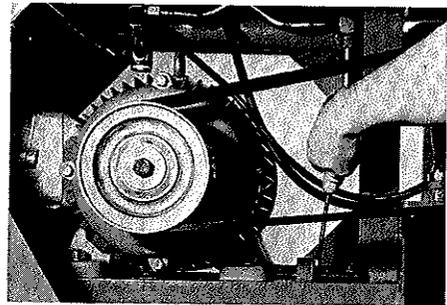

Bild 17
Rechtes Seitenblech (20) abschrauben, die vier Motorbefestigungsschrauben lockern. Spansschrauben und Kontermuttern lösen, bis sich der Motor verschieben läßt und die Keilriemen über die beiden Keilriemenscheiben gezogen, bzw. aufgelegt werden können. Danach den Motor mit der Spansschraube (Bild 17) wieder zurückdrücken, bis die Keilriemen straff gespannt sind. Die Spannung ist richtig, wenn sich jeder Keilriemen etwa 1 cm durchdrücken läßt. Jetzt die andere Spansschraube und die Motorbefestigungsschrauben wieder fest anziehen. Achten Sie darauf: Die Riemenscheibe am Motor und die Riemenscheibe am Schwenkkopf müssen genau fluchten – Lineal anlegen – die Keilriemen scheuern sonst in den Nuten der Riemenscheiben!